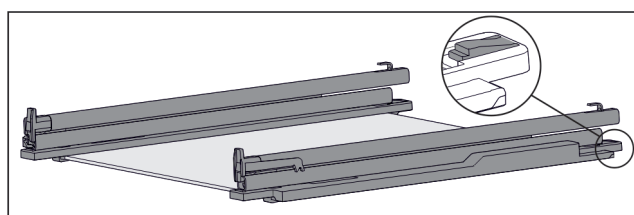

Fig. 55 带轨道和固定件的玻璃隔板
- ▶ 将固定件后部向下压 (参见 Fig. 55)，同时向后推轨道。